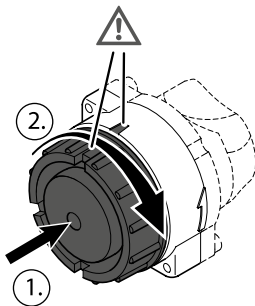

Fig. 16-6
- Bypass mit Rückflussverhinderer  $\frac{1}{4}$  Umdrehung im Uhrzeigersinn bis zum Anschlag drehen. Die Markierung auf dem Bypass muss mit der kürzeren Markierung auf dem Pumpenadapter übereinstimmen (siehe Fig. 16-6). Der Durchfluss zum Heizkörper/Heizkreis ist in dieser Position des Bypasses nun geöffnet.